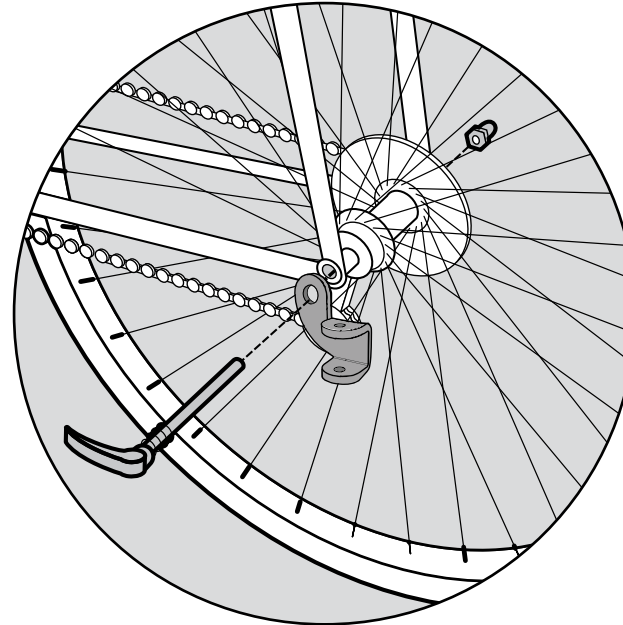

Figura 17
1. **Eje con palanca de liberación rápida o tuerca:** quite la palanca de liberación rápida o la tuerca del lado izquierdo del eje de la rueda trasera de la bicicleta. Coloque el enganche entre la palanca de liberación rápida o la tuerca y el cuadro (Figura 17). Apriete la palanca de liberación rápida o la tuerca conforme a las recomendaciones del fabricante. El enganche puede permanecer en la bicicleta cuando el remolque está desmontado. Consulte en Burley.com los accesorios diseñados para ayudarle a instalar el remolque en la bicicleta.